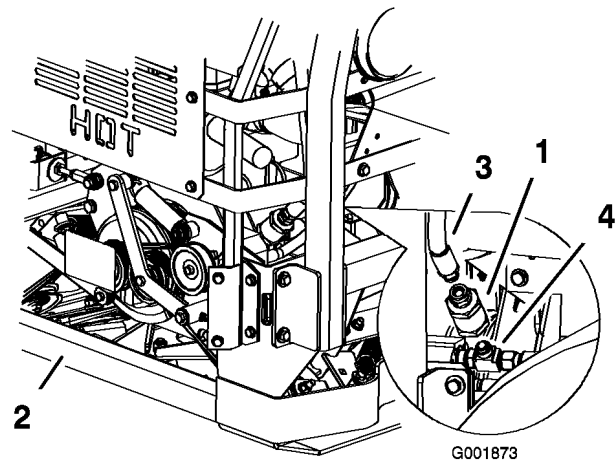

Bild 68
1. Stellen Sie ein Auffanggefäß unter den Filter, nehmen Sie den Hydraulikschlauch vom Filter ab (Bild 68).
2. Nehmen Sie den Hydraulikfilter des Lüfters vom T-Anschluss unten am Filter ab (Bild 68).
3. Setzen Sie den Filter auf den T-Anschluss unten und den Hydraulikschlauch oben (Bild 68).